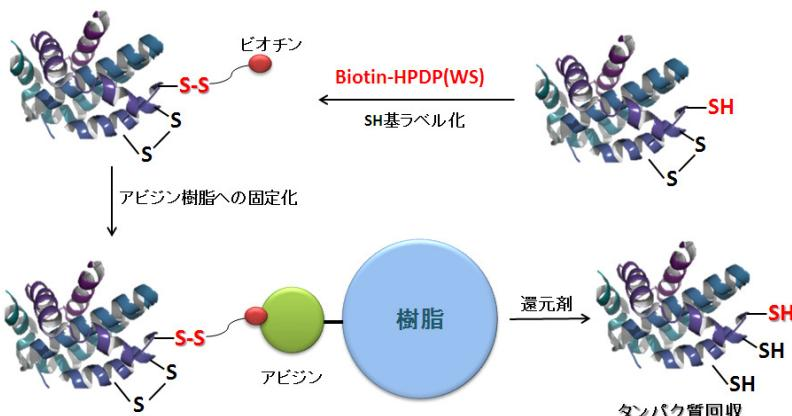

図 1 Biotin-HPDP(WS) によるチオール修飾およびタンパク質回収
Biotin-HPDP(WS) は、Biotin-HPDP( 製品コード B573 ) を改良した新しい水溶性ビオチンラベル化剤です。 Biotin-HPDP は、タンパク質のスルフィドリル (SH) 基に可逆的なジスルフィド結合を介してビオチンを導入することができる試薬です。このジスルフィド結合は、還元剤によって容易に切断できるため、アビシン固定化樹脂などを用いたビオチンラベル化タンパク質の精製に有用です (Fig.1)。また、このような特性から、ニトロシル化、スルフィドリル化、パルミトイ化などのタンパク質のチオール修飾解析 (Biotin Switch Assay) に汎用されています。